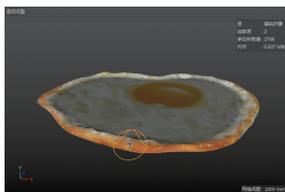

图 5-36
**05** 反转蒙板后，再单击雕刻工具列中的“拉起”按钮，利用笔刷工具将周边的焦黄蛋白部分微微拉起，如图 5-36 所示。